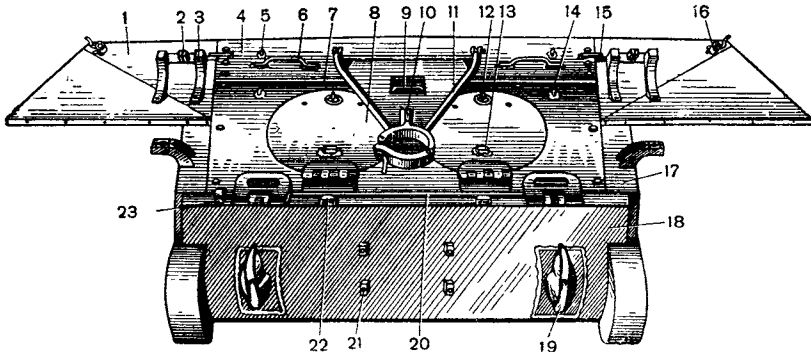

Рис. 13. Корпус (вид сзади):
**Кормовая часть корпуса** (рис. 13) состоит из пяти броневых листов, расположенных под углом: двух верхних (правого и левого) кормовых листов 1, верхнего съемного листа 4, среднего откидного листа 7 и нижнего кормового листа 18.
Верхний съемный лист 4 и средний откидной лист 7 крепятся болтами к планкам 18 (рис. 11), приваренным с внутренней стороны к верхним кормовым листам 1 (рис. 13) и нижним вертикальным бортовыми листам 17. К верхнему съемному листу 4 снаружи приварены два кронштейна, к которым крепятся двунога 11 откидного стопора пушки по-походному, два рыма 5, две ручки 6 и две планки упора 15. Рымы и ручки предназначены для удобства снятия и установки листа на место, а упоры — для фиксации верхнего съемного листа в положении, определяемом планками упора, приваренными на верхних кормовых листах.
К нижнему наклонному кормовому листу снаружи приварены буксирные крюки 19 с пружинными защелками и бонки 21 для крепления запасных траков. С внутренней стороны к нижнему наклонному кормовому листу приварены два кронштейна 19 (рис. 11) для крепления задней опоры коробки передач, угольник 20 для опоры и крепления среднего откидного листа, бонки для крепления кронштейнов упоров тормозных лент и лапки для крепления оттяжных пружин тормозных лент. К кромке нижнего наклонного кормового листа приварены две створки петли среднего откидного листа и два упора 22 (рис. 13) буферов.